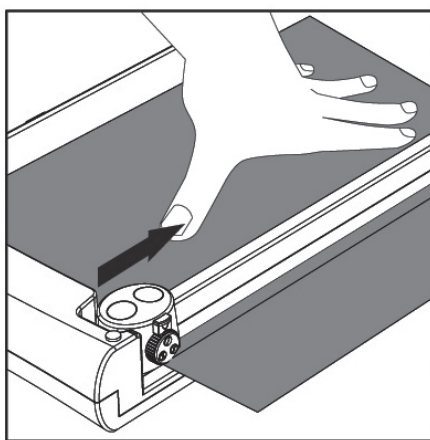

Fig. 4
- Presione el material que se desea cortar con una mano. Presione hacia abajo el cabezal de la cortadora con la otra mano y deslice la cuchilla hacia la otra punta del riel guía. (ver Fig. 4)